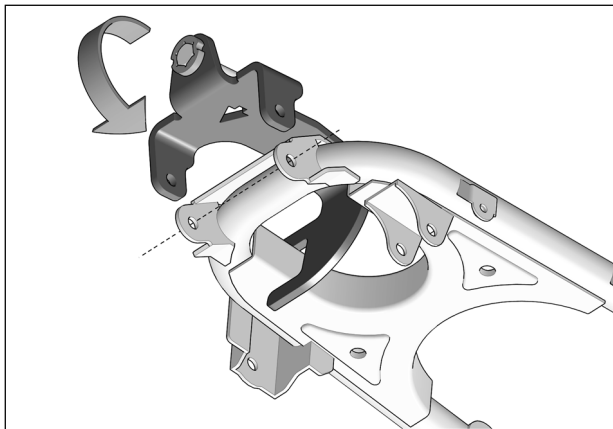

Fig. 7
7. Pivoter l'avant de l'ancrage vers le haut et aligner les trous de fixation de l'ancrage aux trous présents dans le bras de suspension. Voir la Fig. 7